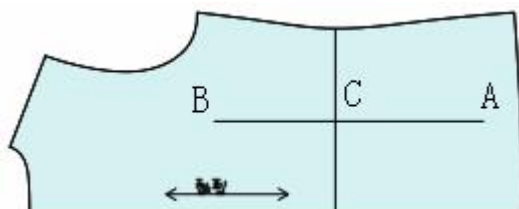

图 1
1. 如下图 1 示, 用该工具依次单击点 A、点 B、点 C, 弹出【锥形省】对话框;